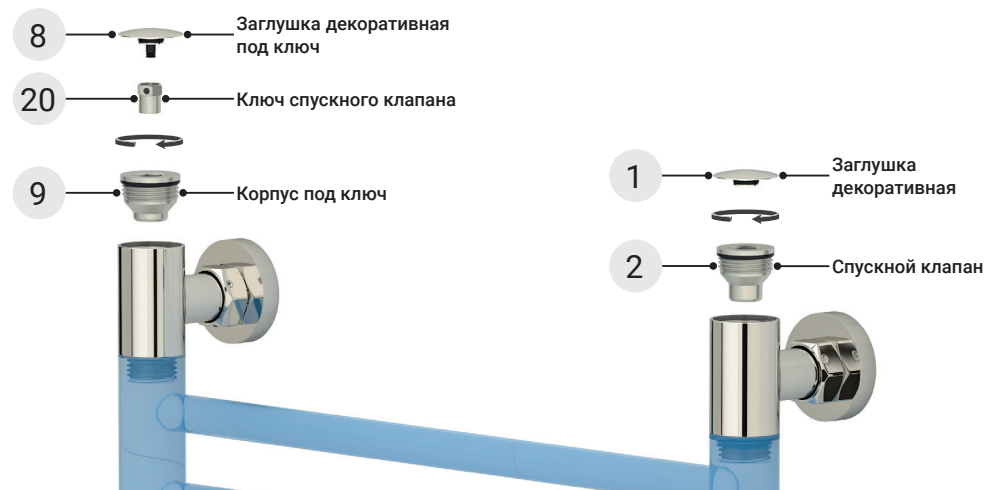

Рис. 9
3.4. В глухие углы с помощью шестигранного ключа №12 вкрутите узел спускного клапана и корпус под ключ. Далее установите декоративные заглушки (рис. 9).
ВНИМАНИЕ! В случае неравномерного прогрева полотенцесушителя после завершения монтажа необходимо стравить воздух через спускной клапан, применяя специальный ключ (рис. 9). Максимальное усилие затяжки спускного клапана динамометрическим ключом не должно превышать 6 Н/м – 0,6 кг.